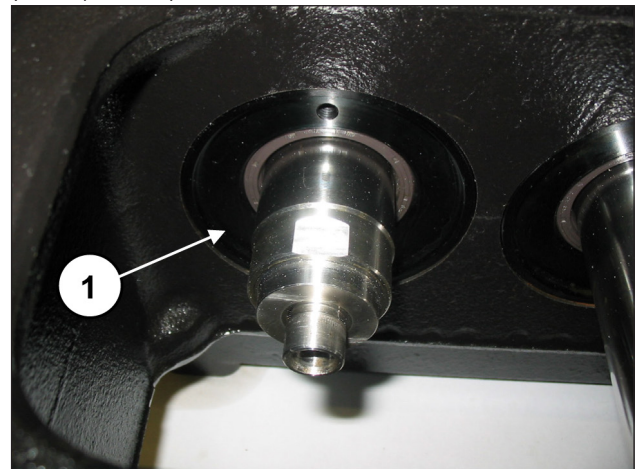
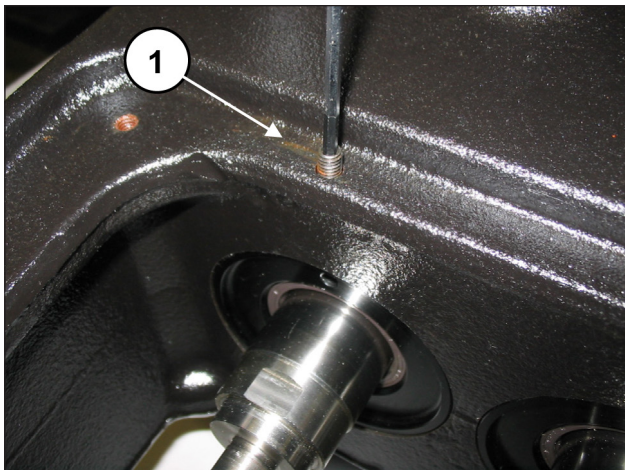

Abb. 95
Abb. 96
Bauen Sie die montierte Gruppe in den Gehäusesitz ein, überprüfen Sie den passgerechten Sitz des Deckels (Pos. ①, Abb. 95) und achten Sie darauf, nicht die Dichtlippe des radialen Dichtrings zu beschädigen. Befestigen Sie die Ölabstreifring-Deckel anhand von 2 Stiftschrauben M6x30 (Pos. ①, Abb. 96).